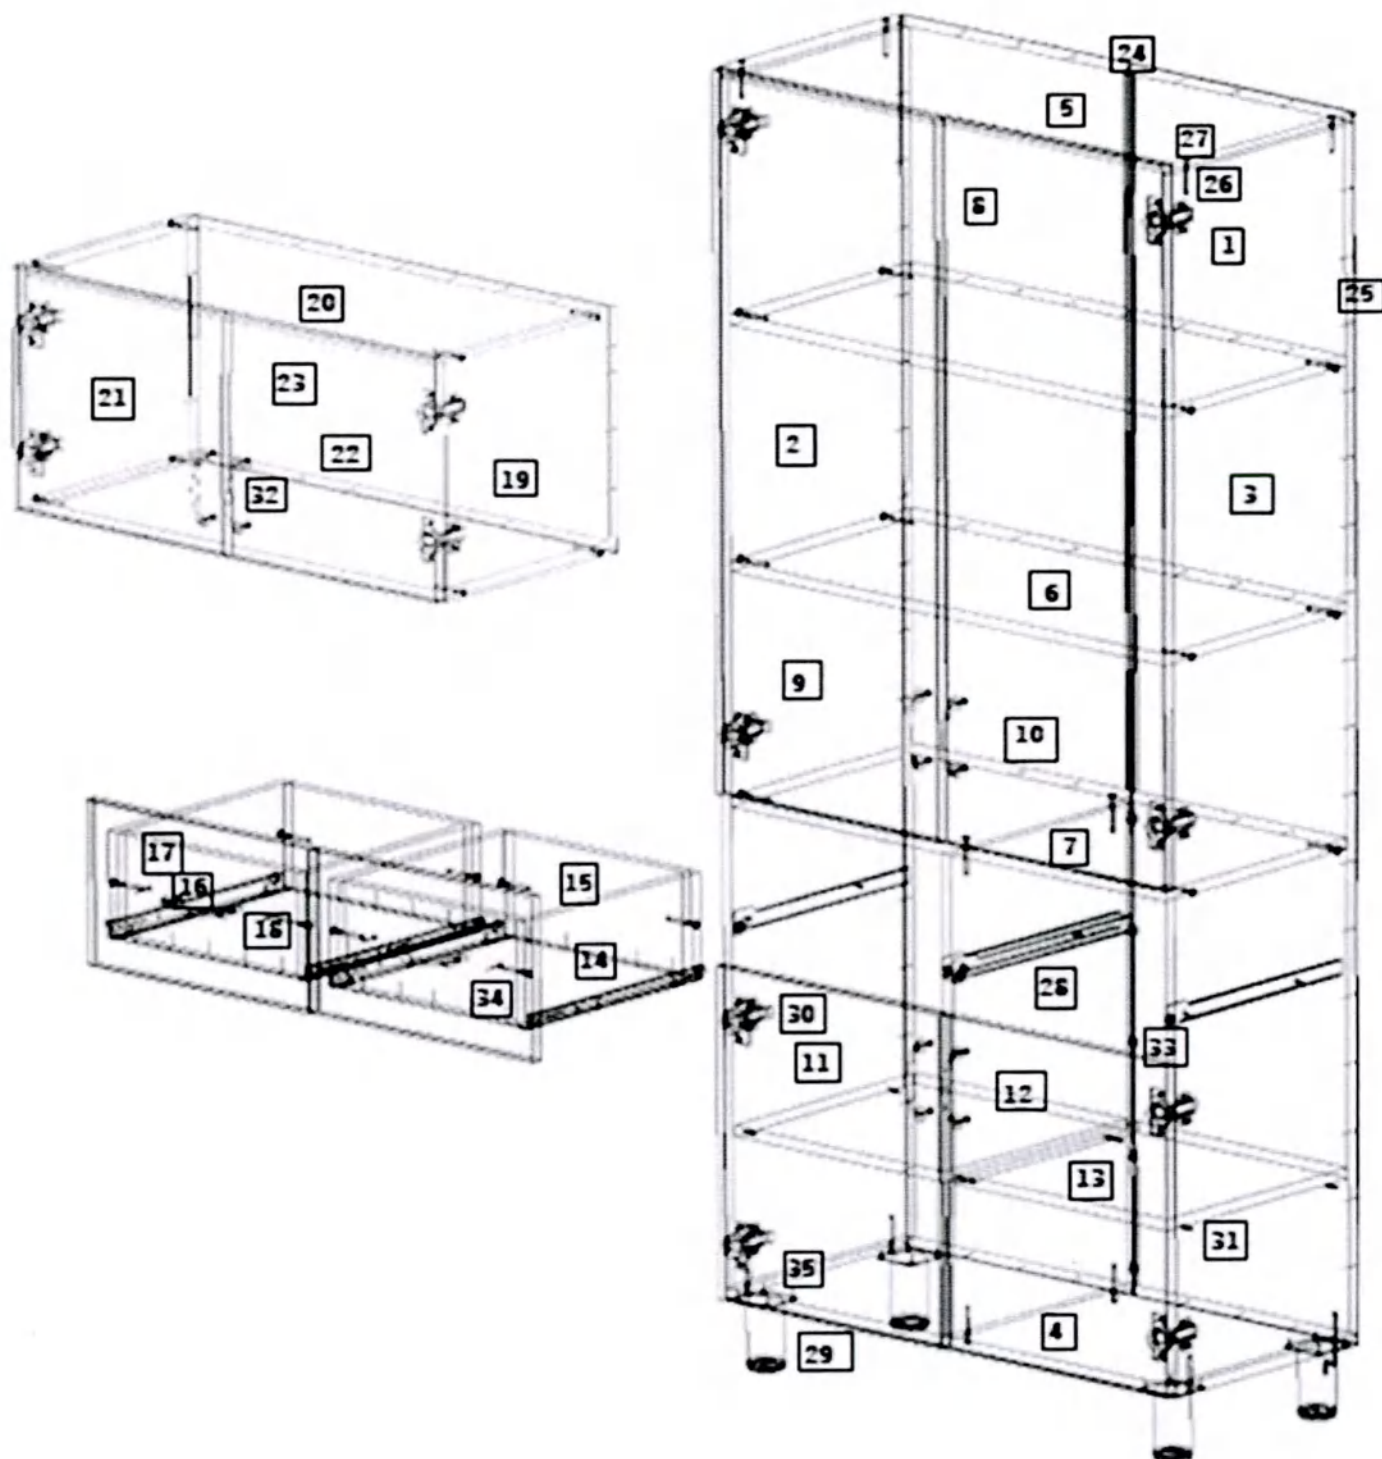

Рис.1
1. Внимательно ознакомьтесь со схемой сборки, изображённой на рис. 1, сверяясь со спецификацией на изделие. Согласно схеме и спецификации определите расположение деталей в изделии и порядок их сборки. Сборка производится на ровном полу, укрытом материалом, предотвращающим повреждение покрытия пола и деталей мебели. В качестве такого материала возможно использовать упаковочный гофрокартон. Подготовьте необходимые для сборки инструменты – плоскую и крестовую отвёртки, молоток, рулетку или линейку, шуруповёрт.
2. На боковых стенках (2,3) и средней стенке (8) шурупами 4×16 (30) закрепите [- образные части направляющих (23), на боковых стенках (2,3) - ответные планки петель (25).
3. Евровинтами (21), как показано на рис.1, соедините вертикальные стенки (2,3,8) с горизонтальными стенками (4,5,6,7). Задние стенки (1) закрепите к собранному каркасу шкафа гвоздями (20), предварительно установив встык соединительный профиль (19). Для крепления задних стенок (1) к средней стенке (8) используйте специальные скрепки (28) и шурупы 4x16 (30). При помощи шурупов 4x16 (30) установите на горизонтальной нижней стенке (4) регулируемые опоры (24). На видимые головки еврвинтов (21) установите заглушки (22).
4. На дверях (9,10) шурупами 4×16 (30) закрепите петли (25). Установите ручки (27). Двери (11,12) закрепите к боковым стенкам (2,3) шкафа шурупами 4×16 (30). При необходимости отрегулируйте положение дверей винтами петель. Установите полки (13) на полкодержатели (26).
5. Сборка ящиков. Евровинтами (21) соедините боковые стенки ящика (14) с передней (16) и задней (15) стенками. Дно ящика (18) закрепите к передней (16) и задней (15) стенке гвоздями (20). Установите роликами назад [- образные части направляющих (23) и закрепите их шурупами 4×16 (30). Шурупами 3.5×30 (29) закрепите фасад (17) к передней стенке ящика (16). Установите ручку (27). Установите собранные ящики в корпус шкафа.